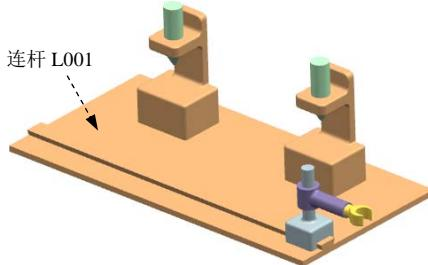

图 10.3.2 定义连杆 L001
(1) 定义连杆 L001。选择下拉菜单 **插入(S)** → **链接(L)...** 命令，系统弹出“连杆”对话框，选中 **固定连杆** 复选框，选取图 10.3.2 所示的零件为连杆 L001，其余参数接受系统默认，在“连杆”对话框中单击 **应用** 按钮。